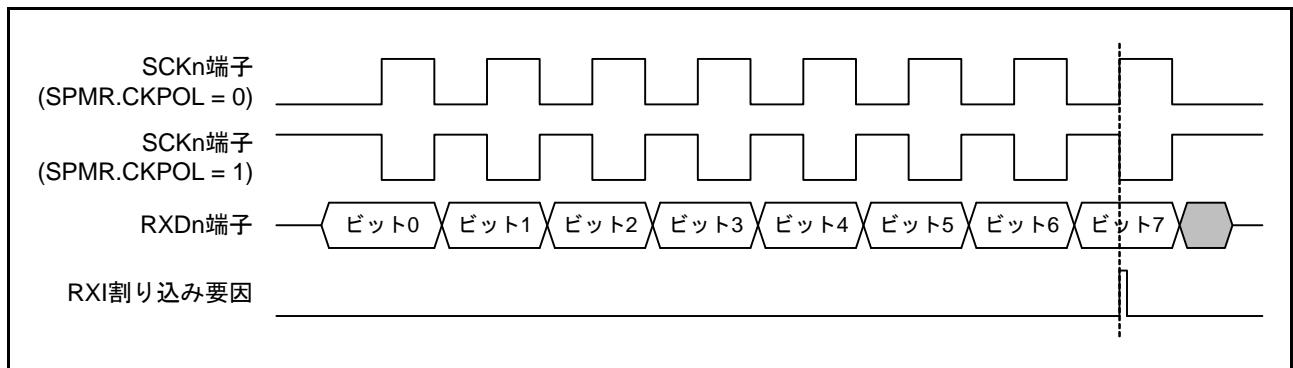

図 28.81 簡易 SPI モード (クロック遅れあり) RXI 割り込み発生タイミング
- クロック遅れあり設定 (SPMR.CKPH ビット = 1) の場合、図 28.81 に示すように SCKn 端子の最終クロックエッジ手前のクロックエッジで受信データフル割り込み (RXI) が発生します。このとき、SCR レジスタの TE、RE ビットを SCKn 端子の最終クロックエッジより前に “0” に設定すると SCKn 端子出力がハイインピーダンスとなり、最終送受信クロックのクロックパルス幅が短くなります。また、RXI 割り込み後、SCKn 端子の最終クロックエッジより前に接続先スレーブに対する SSn# 端子入力信号を High になるとスレーブが誤動作する可能性があります。